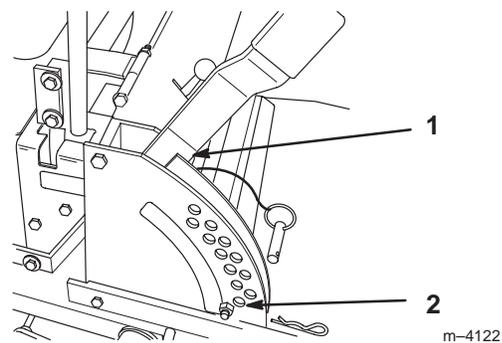
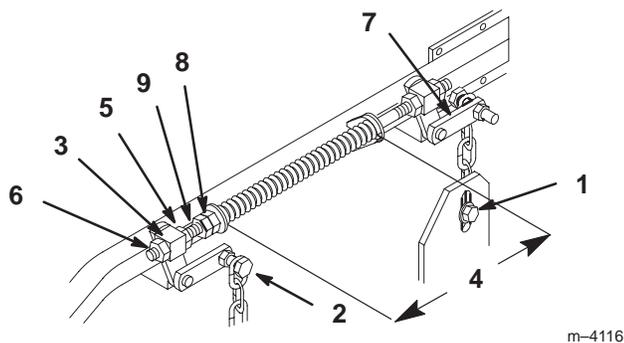

Figure 50
Figure 51
4. Relevez le plateau de coupe en position de transport (Fig. 50). Détendez les deux grands ressorts de levage du plateau en desserrant autant que possible l'écrou de blocage et l'écrou avant, devant chaque ressort (Fig. 51).
5. Placez 2 cales épaisses (35 mm [1-1/4"]) sous les bords inférieurs arrière gauche et droit de la tondeuse. Placez 1 cale (44 mm [1-3/8"]) sous le bord inférieur central avant de la tondeuse, pas sous les supports des galets de protection. Sélectionnez la hauteur de coupe de 38 mm (1-1/2") (Fig. 50).
6. Desserrez le boulon de chaîne inférieur dans la fente à l'arrière du plateau de coupe. Répétez la procédure de l'autre côté (Fig. 51).
7. Desserrez l'écrou de blocage avant et arrière de chaque côté du pivot avant. Continuez de desserrer jusqu'à ce que les chaînes avant soient desserrées et que le plateau repose sur les cales. Répétez la procédure de l'autre côté. (Fig. 51).
8. Quand la visserie est desserrée, la tension encore présente dans les grands ressorts de soutien a tendance à faire tourner la poignée de levage du plateau de coupe vers le haut et à lui faire quitter la position de 38 mm (1-1/2"). Appuyez fermement sur le bras de support arrière du plateau pour ramener la poignée de levage à cette position (Fig. 51).
9. Tout en continuant d'appuyer sur le bras de support arrière du plateau de coupe, tendez la chaîne arrière et serrez la visserie inférieure (Fig. 51). Vous pouvez maintenant relâcher le bras de support arrière. Répétez la procédure de l'autre côté.
14. Déplacez le levier de relevage du plateau de coupe à la position de transport (Fig. 50).
15. Réglez les ressorts de compression en tournant les écrous avant de façon à obtenir un espace de 260 mm (10-1/4") entre les deux grandes rondelles, puis serrez l'écrou de blocage (Fig. 51).